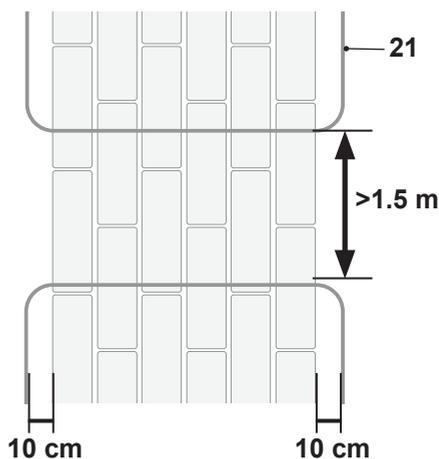

Fig. 14
- > Si deux zones herbeuses séparées par un chemin (hauteur < 2 cm) doivent être rejointes, sélectionnez la zone la plus basse et la plus souple pour faire passer la tondeuse robot. Laissez une distance > 1,5 m entre « l'entrée et la sortie » du câble périphérique de la zone séparée (Fig. 14). Essayez de maintenir le câble périphérique tendu et coincé entre les joints du pavage pour réduire le risque de trébuchement.